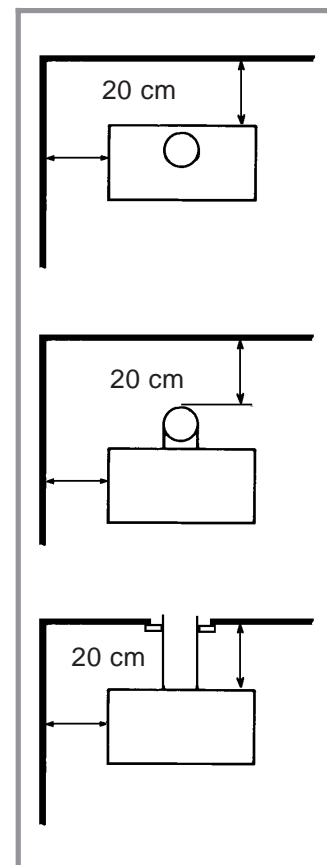

Fig. 2 - Distances minimum de sécurité
**Faire bien attention de respecter les dégagements d'installation jusqu'aux cloisons en matériau combustible (fig. 2, page 3).**